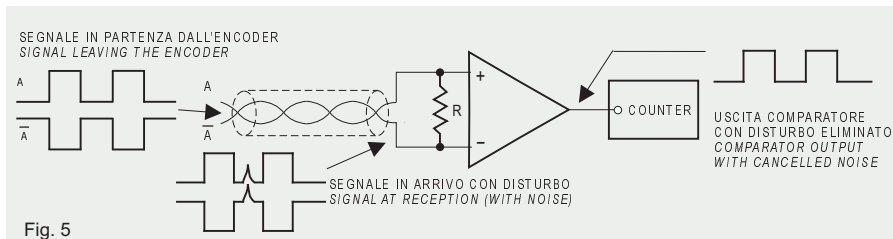

Fig. 5
- Le interferenze si annullano efficacemente con l'utilizzo di segnali complementari in uscita dall'encoder (line-driver) e con ricevitori differenziali (line-receiver o comparatori) all'ingresso dell'apparecchiatura come illustrato in fig. 5.
- Interferences are easily cancelled by using complementary signals at the encoder output (line drivers) and differential receiver (line receivers or comparators) at the equipment input, as shown in fig. 5.